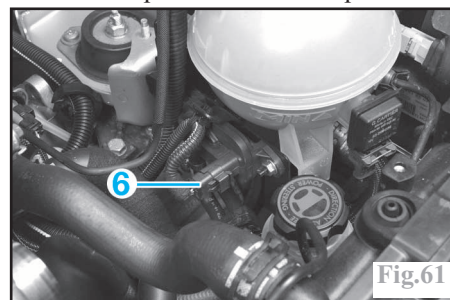

Fig.61
-le connecteur (6) (Fig.61) du capteur différentiel de pression du filtre à particules.